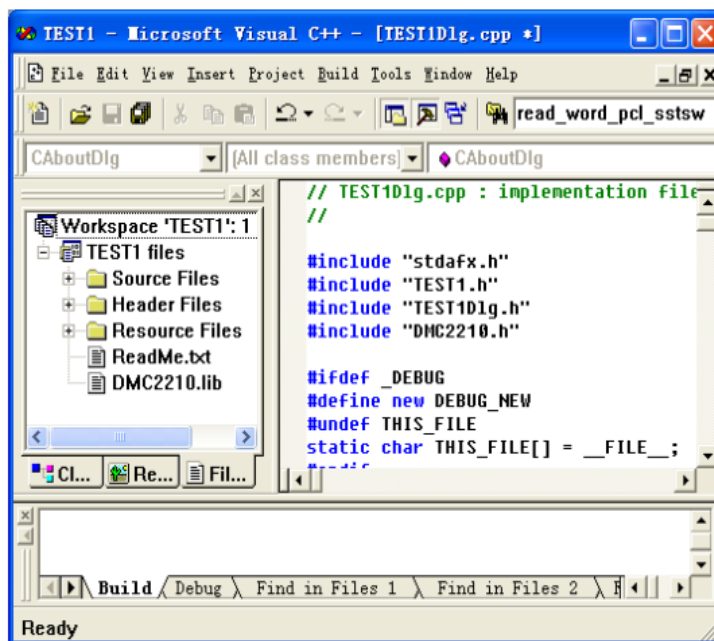

图 6-3 程序增加头文件
(8) 在应的目录下找到 DMC1220.h 和 DMC1220.lib 文件，拷贝到 E:\tes1 目录下。
(9) 选择“工程” -> “添加工程” -> “文件”，选中 DMC1220.lib 文件加入到工程中。
(10) 开 test1.cpp 文件，在程序开始部分添加语句：#include “DMC1220.h” 如图 6-3 所示：